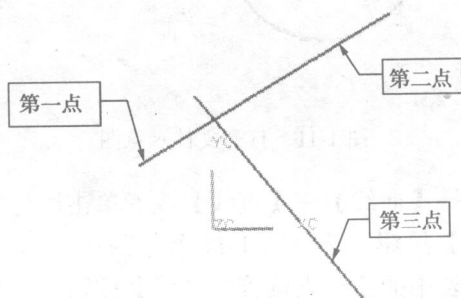
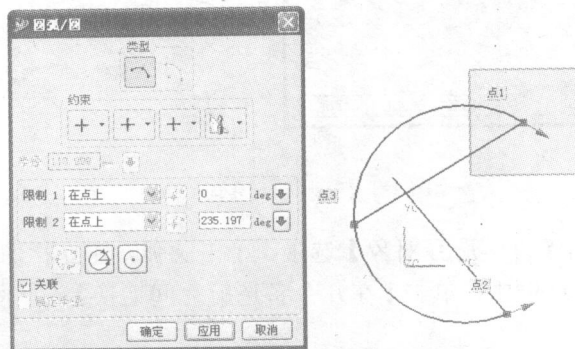

图 1-15 打开文件示意图
图 1-16 生成圆弧示意图
(1) 3 点圆弧
- 打开随书光盘“01/yuanhu1.prt”文件，如图 1-15 所示。
- 在图 1-15 中，从第 1 点开始，依次选择 3 个点，如图 1-16 所示。